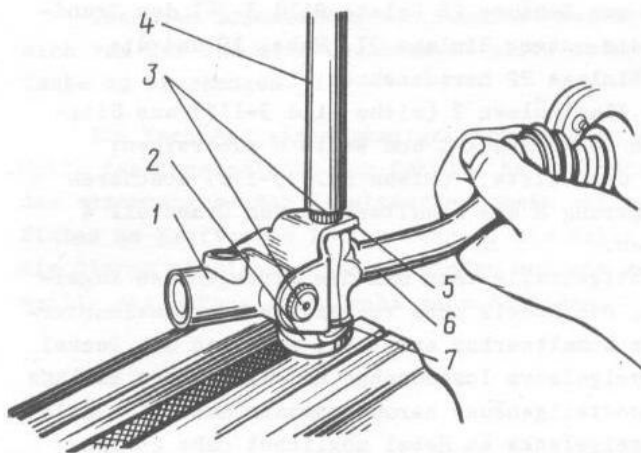

Bild 3-117. Aus- und Eintreiben der Achsen aus Gelenkkreuz des vorderen Gelenks der Schaltwelle:
- Vernietung der Achsen 3 (Bild 3-117) abschneiden und die Achsen aus Gelenkkreuz 5 des vorderen Gelenks austreiben, ohne die Plasthülsen zu beschädigen;
- Plasthülsen 7 (siehe Bild 3-117) aus Sitzstellen in Endstück 1 und Welle 6 austreiben;
Beim Zusammenbau des vorderen Gelenks der Gangschaltwelle 6 (siehe Bild 3-117) nicht die Plasthülsen 7 beschädigen. Das Eintreiben der Achse 3 in das Gelenkkreuz 5 auf einer Presse ausführen.